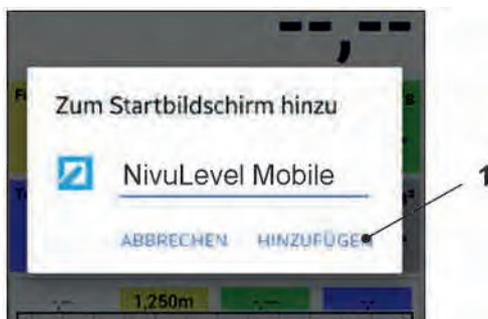

Abb. 30-8 Hinzufügen bestätigen
9. Mit „Hinzufügen“ bestätigen (Abb. 30-8 Pos. 1).